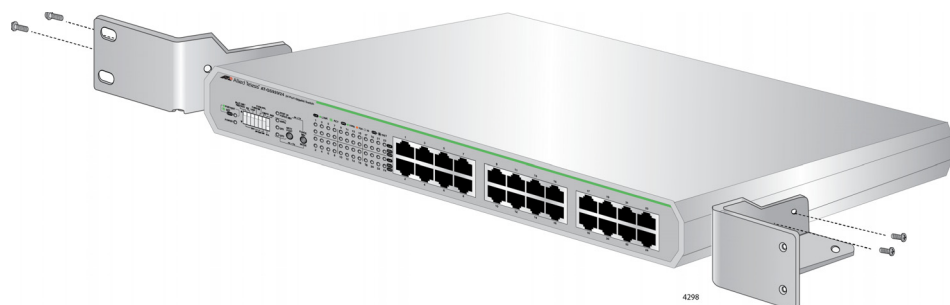

Рисунок 10. Крепление кронштейнов к коммутатору AT-GS920/24
4. Расположите кронштейны по бокам коммутатора и прикрепите их к коммутатору при помощи четырех винтов из комплекта поставки, как это показано на рис. 10.